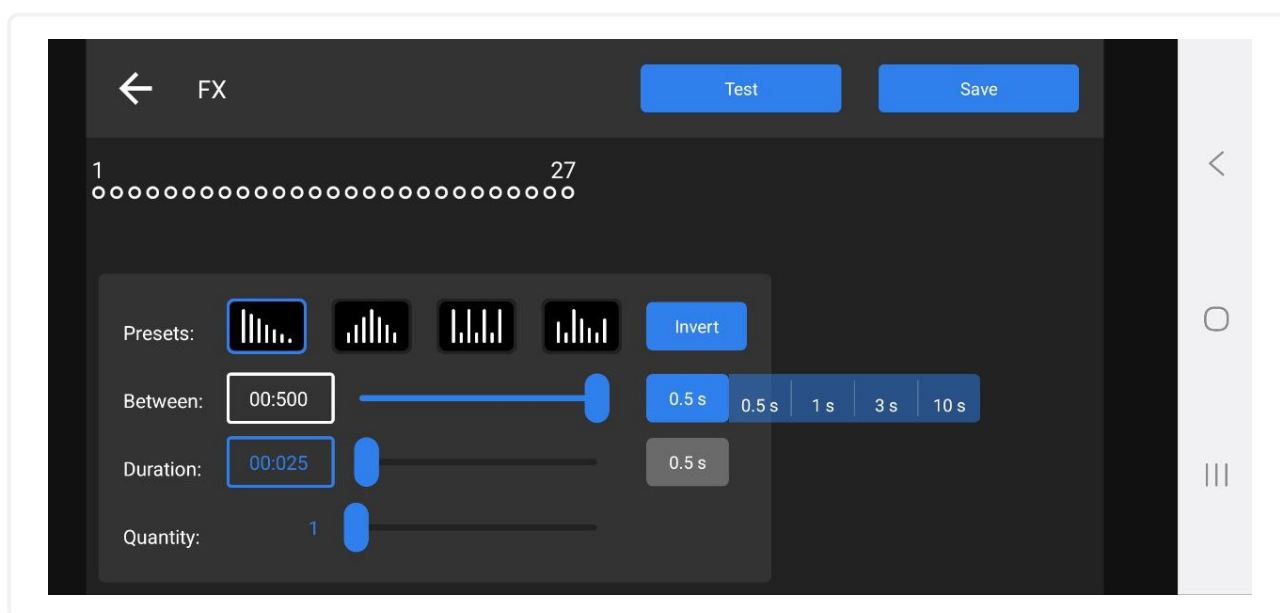

Рис. 30: Экран изменения задержки выполнения заданий между точками
3. Настройка режима **Between** позволяет изменить задержку между точками от 00:010 до 10 секунд (см. рис. 30) в соответствии с выбранным пресетом (п.1)